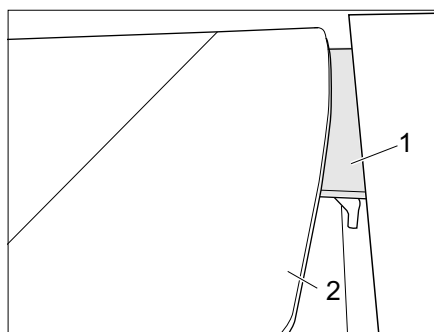
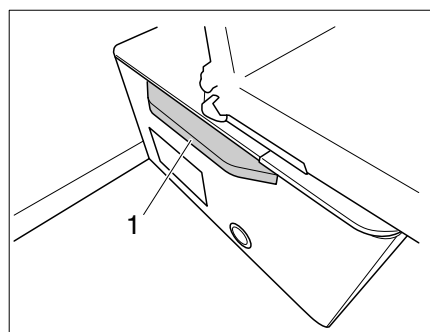

Bild 119 Sänk bord till stödkanten
Bild 120 Sänk bordet till bordsbredden
- Sväng bordsskivan (Bild 119,2) nedåt till stödkanten (Bild 119,1) eller låt den vara på den därför avsedda bordsbreddningen (Bild 120,1).